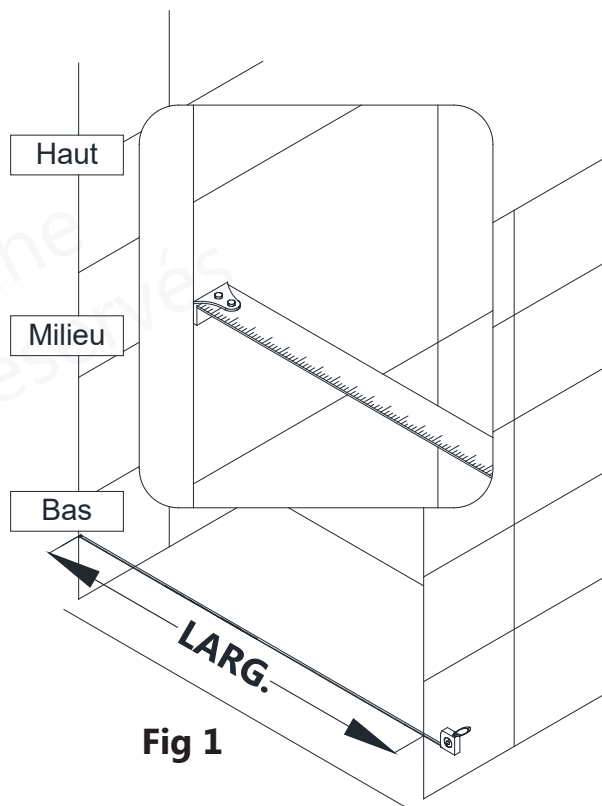

Fig 1
1. Mesurez la distance entre les deux murs finis dans le haut, à la hauteur du modèle soit **58 po ou 72 po (1473mm ou 1829mm)**, au milieu et en bas. Les profilés muraux s'ajusteront aux conditions en faux aplomb. Vous pouvez donc **utiliser la plus petite mesure comme étant celle de « l'ouverture finie » (LARG.)** pour déterminer la longueur finale de coupe à l'Étape 2. (**Fig 1**)